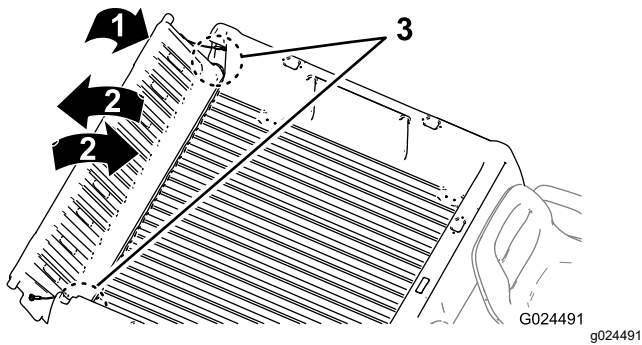

Figura 15
2. Rode a porta traseira para a posição de aproximadamente 45° (Figura 15).
3. Com um movimento breve e oscilante, rode a porta traseira para trás e para a frente várias vezes (Figura 15).